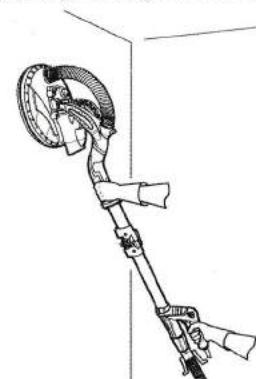

Рис. 13, без телескопической трубки
> Держите изделие одной рукой за основную ручку (5), а другой рукой - за поверхность рукоятки (1) (Рис. 13).